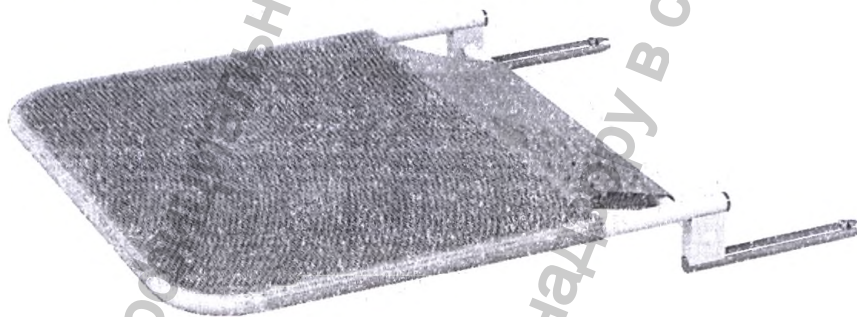

Рисунок 5. Секция ножная легкая.
5. Секция ножная легкая (Рисунок 5). Позволяет расширить функции кресла до уровня операционного стола. Состоит из металлического каркаса, обтянутого чехлом. В раме сиденья кресла предусмотрены отверстия для установки секции ножной.